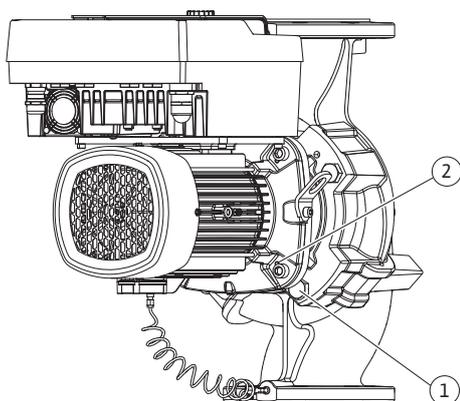

Fig. 104: Pressionar a unidade de impulsor motor através dos orifícios roscados (conforme o tipo de bomba)
22. Ao remover os parafusos (Fig. II, pos. 10), o sensor da pressão diferencial também se solta do flange do motor. Deixar o sensor da pressão diferencial (Fig. I, pos. 8) suspenso com a chapa de suporte (Fig. I, pos. 13) nas linhas de medição de pressão (Fig. I, pos. 7). Desligar o cabo de ligação do sensor da pressão diferencial no módulo eletrônico.
23. Retirar a unidade de impulsor motor do corpo da bomba. Para tal, utilizar os dois orifícios roscados (ver Fig. 104, pos. 1).
31. Retirar a unidade de impulsor motor (ver capítulo «Descrição da bomba») desapertando os parafusos de flange (Fig. I/III, pos. 29) do corpo da bomba.
32. Ao remover os parafusos (Fig. I/III, pos. 29), o sensor da pressão diferencial também se solta do flange do motor. Deixar o sensor da pressão diferencial (Fig. I, pos. 8) suspenso com a chapa de suporte (Fig. I, pos. 13) nas linhas de medição de pressão (Fig. I, pos. 7). Desligar o cabo de ligação do sensor da pressão diferencial no módulo eletrónico ou desconectar da ligação da ficha e puxar para fora.
33. Para soltar a unidade de impulsor motor do corpo da bomba, utilizar os dois orifícios roscados que se encontram ao lado (Fig. 104, pos. 1) e utilizar os parafusos adequados disponibilizados no local (por exemplo, M10 x 25 mm).
34. Introduzir uma chave de bocas (tamanho 32 mm) na janela da lanterna (Fig. III, pos. 38) e fixar o veio nas superfícies de aperto. Desapertar a porca do impulsor (Fig. III, pos. 22). Remover os discos que estão por baixo (Fig. III, pos. 23) e retirar o impulsor (Fig. III, pos. 21) do veio da bomba. Desmontar a mola de ajuste (Fig. III, pos. 37).
35. Remover o empanque mecânico (Fig. III, pos. 25) e o anel distanciador (Fig. III, pos. 20).
36. Retirar o contra-anel (Fig. III, pos. 26) do empanque mecânico do alojamento da lanterna.